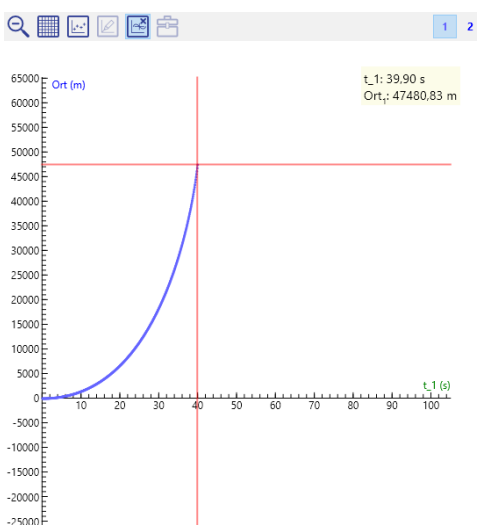

Abb.1 Zeitschritt 0,1s → Masse wird exakt 0
a) 1) Ist die Masse null, würde man bei der Berechnung der Beschleunigung durch Null teilen, was nicht geht. Es wird ein Fehler angezeigt bzw. die Werte sind nicht mehr definiert. Das Schaubild bricht ab. (Abb.1 bei 40s)